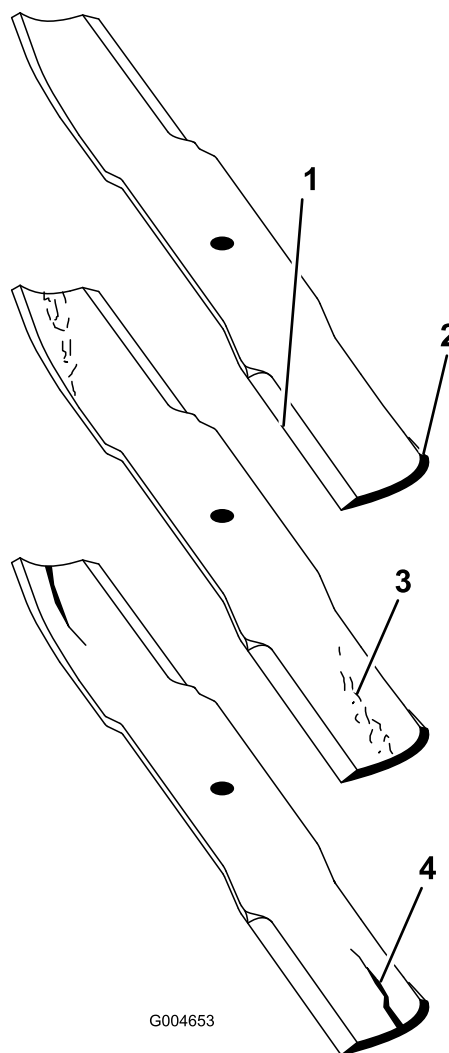

Figura 73
- Inspeccione los filos de corte (Figura 73). Si los bordes no están afilados o tienen muescas, retire las cuchillas y afílelas. Consulte Afilado de las cuchillas \(página 40\).
- Inspeccione las cuchillas, especialmente la parte de la vela (Figura 73). Si observa daños, desgaste o la formación de una ranura en esta zona (Figura 73), instale inmediatamente una cuchilla nueva.